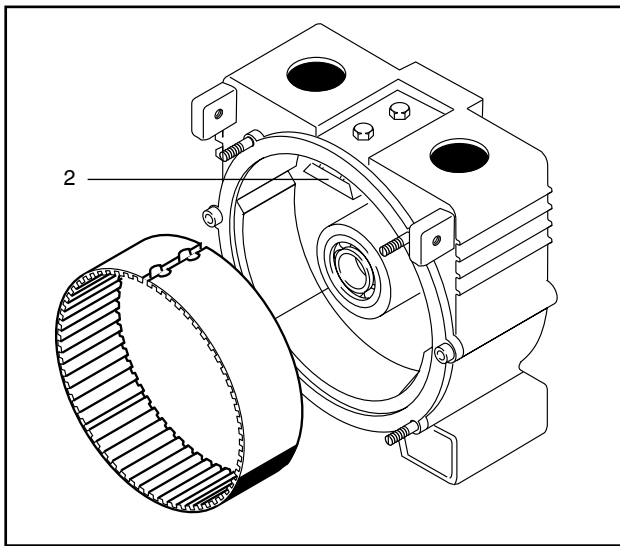

Fig. 14
2. Inserte la nueva pieza divisora en su soporte con el dentado hacia el interior. (Fig. 14).